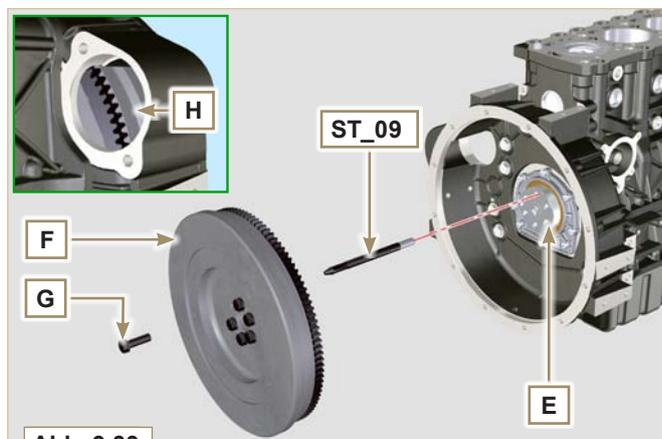

Abb. 9.33
- 1 - Das Spezialwerkzeug **ST\_09** auf der Kurbelwelle **E** an Stelle der Schraube **G**, die an der höchsten Stelle angebracht ist, aufschrauben (**Abb. 9.33**).